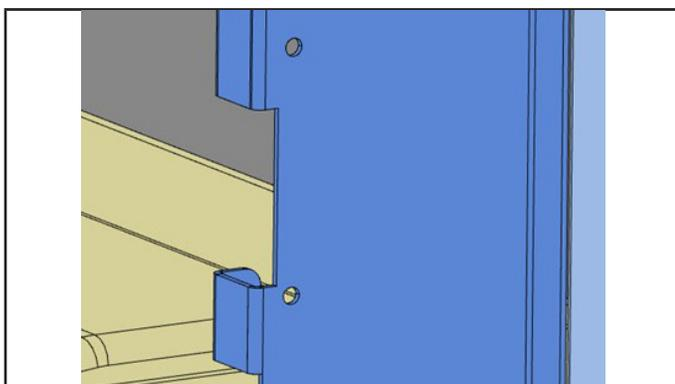

**FIGURE 9**
- 1 - Retirez le support du capteur de la position verticale (illustré à la figure 9). Ne retirez pas le capteur de son support et ne déconnectez pas ou ne réacheminez pas le fil du capteur de la zone du panneau de commande.